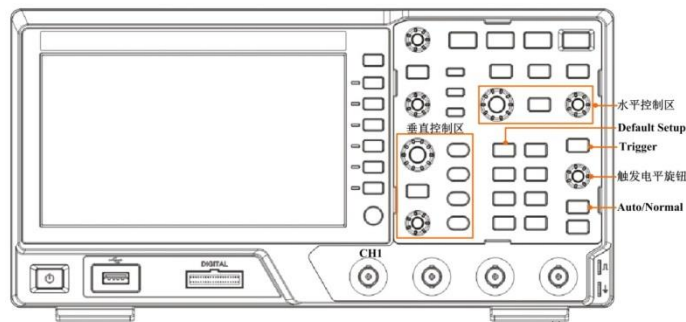

图 13.5 接入毛刺信号
- 1、通道 1 接入一个脉宽异常信号，点击【Auto Setup】一键捕获让波形以较好的效果显示在屏幕中，如图 13.5 所示；